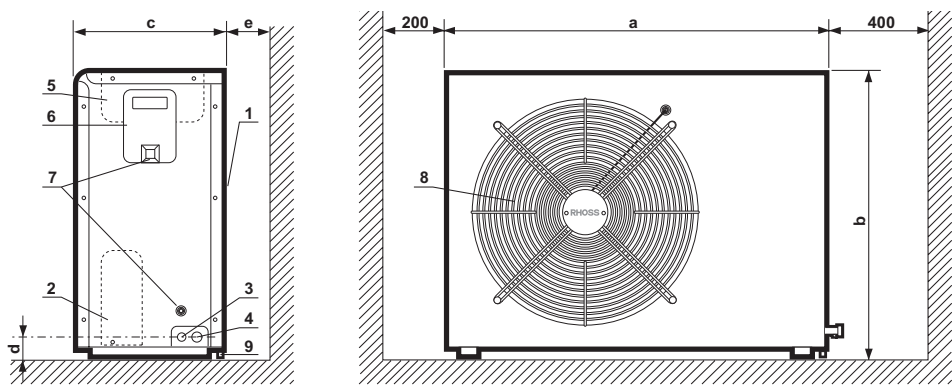

Рис. 1
- Агрегат следует устанавливать строго горизонтально с соблюдением указанных на рис. 1 размеров свободного пространства, обеспечивающего доступ к электрическим соединениям и соединениям холодильного контура при техническом обслуживании.